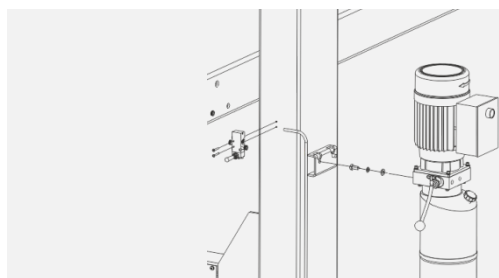

Рисунок 21
1. Установите управляющий воздушный клапан на колонну при помощи двух винтов М4Х30 (см. рисунок 21).